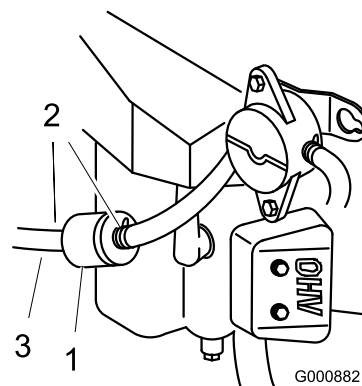

Figure 36
5. Desserrez le collier de serrage au niveau du filtre à carburant et éloignez-le du filtre en le poussant le long de la conduite d'alimentation (Figure 36).
6. Débranchez la conduite d'alimentation du filtre (Figure 36).
4. Pincez les extrémités des colliers et faites glisser ceux-ci pour les éloigner du filtre (Figure 36).
6. Posez un filtre neuf et rapprochez les colliers de fixation du filtre (Figure 36).